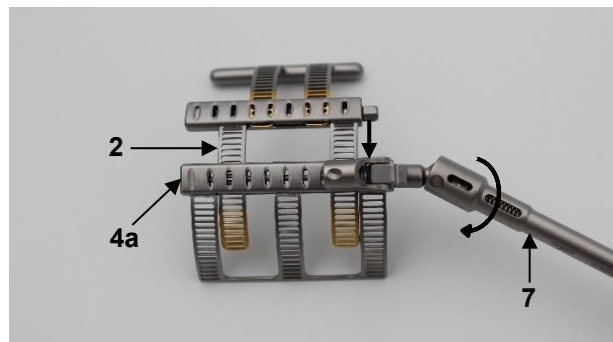

fig. 4
Kör först in primärelementet (2) helt med hjälp av lämplig skruvmejsel (7). För att göra detta vrider du transportmekanismen på baselementets boxmodul (4a) moturs med hjälp av skruvmejseln (7) (fig. 4).